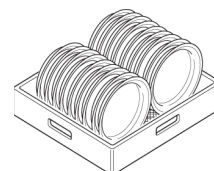

Abb. 34
- 2- Setzen Sie die Teller mit nach vorne gerichteter Vorderseite ein. (Abb. 34)